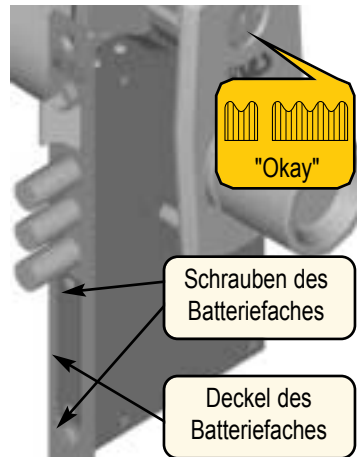

Abbildung 34 - Ersatz von Batterien
1. Schrauben Sie mit Hilfe eines Schraubenziehers zwei Befestigungsschrauben für Deckel des Batteriefaches auf der Planfläche des Schloßes heraus (Abb. 34);